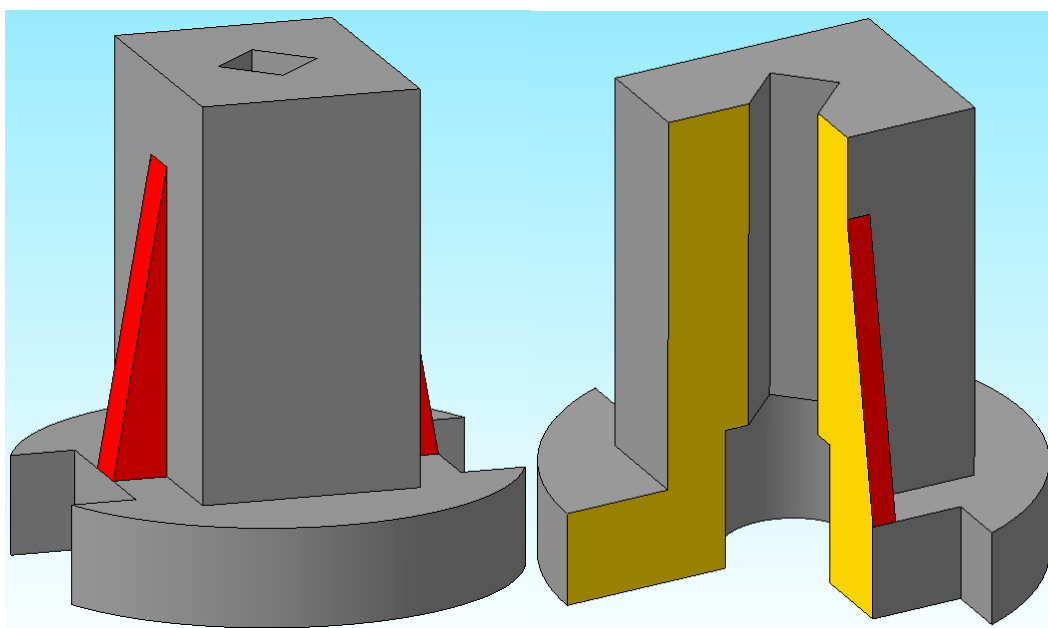

Рис. 1.4.4 Деталь з ребрами жорсткості і перетином
Приклад використання описаних вище функцій наведено на рис. 1.4.4.
3. Створити деталь з ребром жорсткості, наведену на рис. 1.4.4. Виконати перетин деталі з вирізом 1/4. Побудувати креслення асоціативних видів деталі з інформативними перетинами.